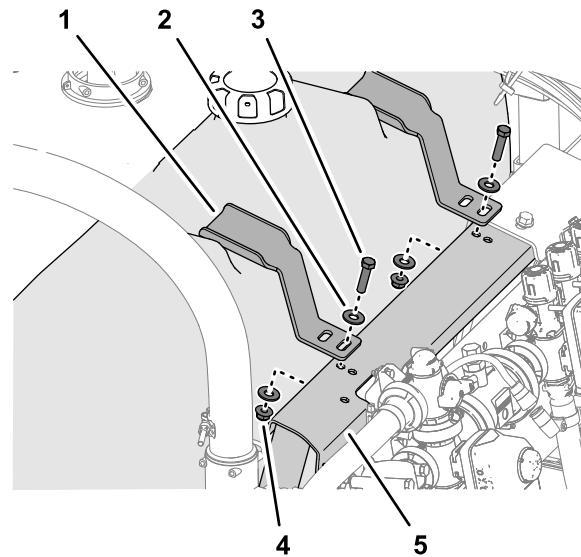

Figure 16
1. Placez le dispositif de maintien en face du creux au sommet du réservoir de rinçage (Figure 16)
2. Alignez la fente de la patte de maintien et le trou du support de vanne (Figure 16).
3. Figure 16 Fixez légèrement le patte de maintien au support à l'aide d'un boulon (3/8 x 1 1/2"), de 2 rondelles (3/8") et d'un contre-écrou à embase (3/8"). Dépose du réservoir de rinçage \(page 5\)
4. Répétez les opérations 1 à 3 pour l'autre patte de maintien sur l'autre creux du réservoir de rinçage (Figure 16).